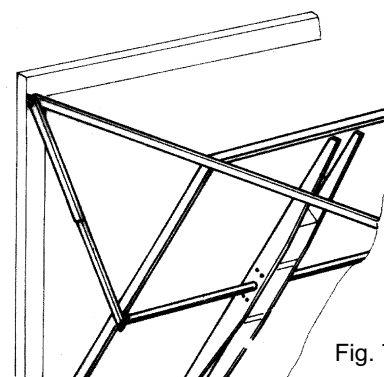

Fig. 7
E) Basculante con guide superiori (Fig. 7)